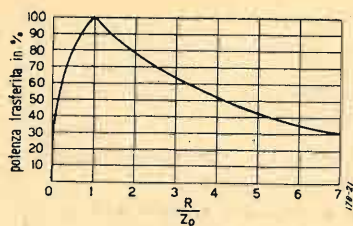

Fig. 7. - Potenza trasferita in funzione del rapporto R/Z_0 .
1) L'impedenza di carico è una pura resistenza ohmica R non uguale a Z_0 . La potenza P_r assorbita dal carico in questo caso è riportata in fig. 7 per vari rapporti R/Z_0 .